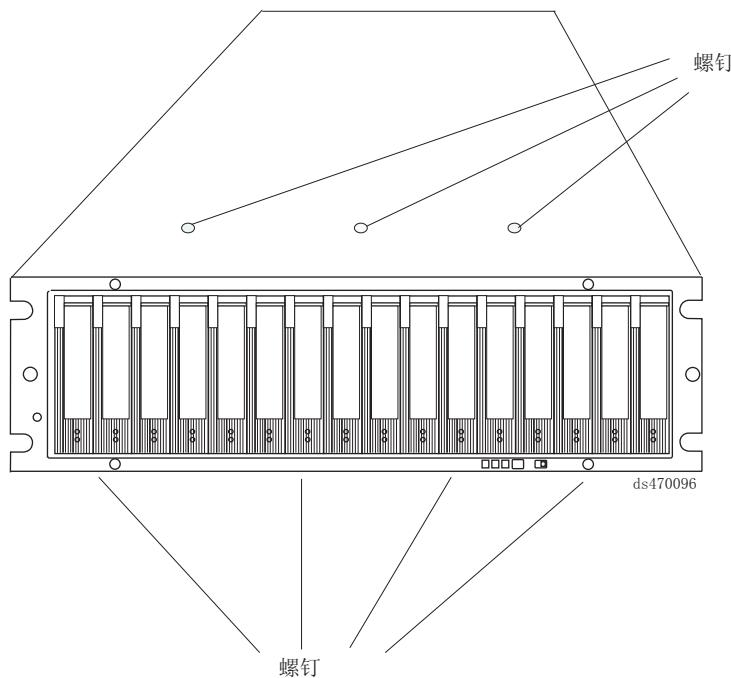

图 89. 将机箱顶部和底部边缘固定到机架的螺钉
将机箱从机架前端拉出并从机架卸下。将它放在水平表面上。寻找机箱顶部在一排上的三个十字螺钉和机箱底部在一排上的四个十字螺钉，如第 145 页的图 89 中所示。使用 #1 十字螺丝刀卸下这七个十字螺钉。保存好这些螺钉。
17. 安装七个将前机架固定到 EXP810 机箱的十字螺钉（三个在顶部，四个在底部），该机箱是您在第 144 页的 12 这一步中卸下的，如图 89 中所示。